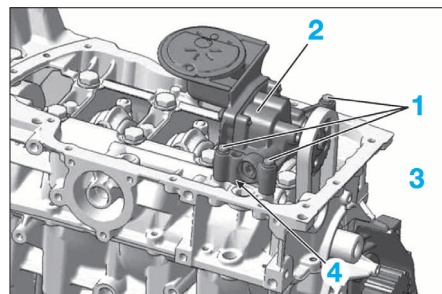

FIG. 35
- Déposer les vis de fixation (1) de la pompe à huile (2) (Fig.35).
- Basculer la pompe et dégager la chaîne (3) du pignon de la pompe à huile.